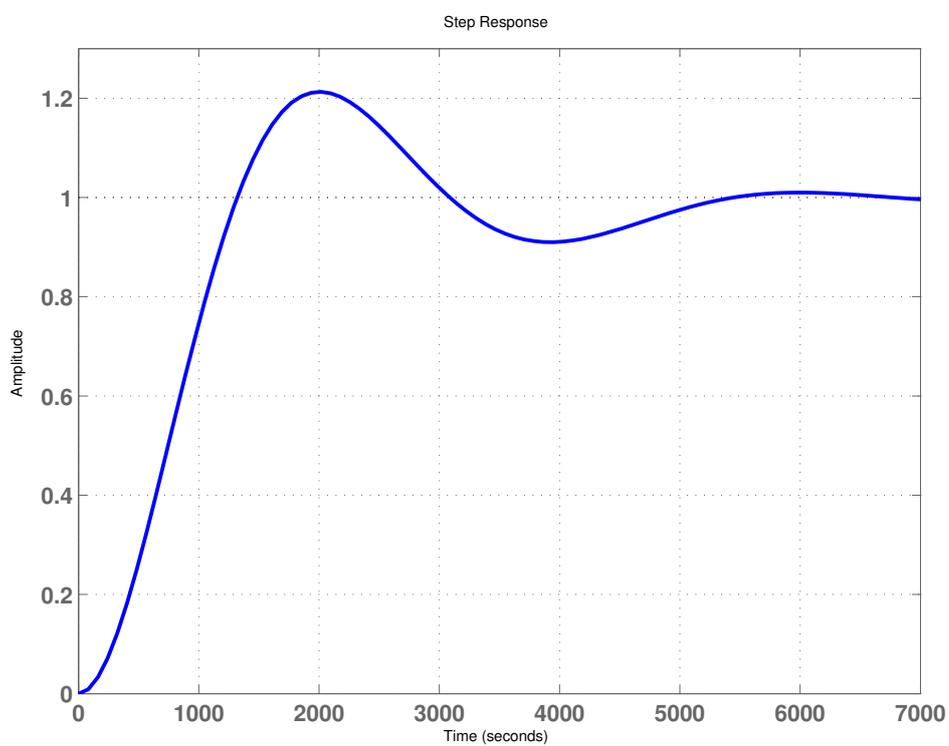

FIGURE 2.4 – Réponse indicielle de l'asservissement corrigé par $D(p)$
11. Faire apparaître la marge de phase du système corrigé et conclure sur l'utilité du correcteur $D(p)$. Pour étayer votre propos la réponse indicielle de l'asservissement corrigé est reportée sur la figure 2.4.